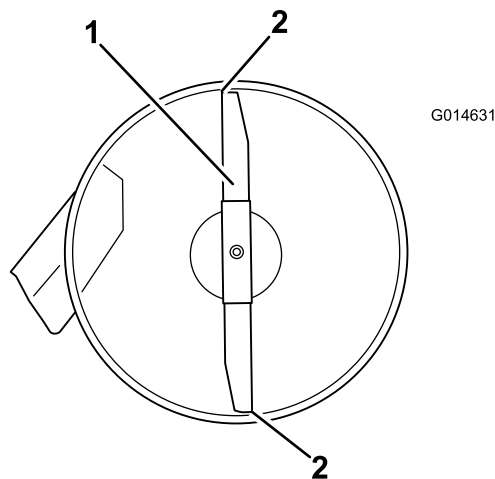
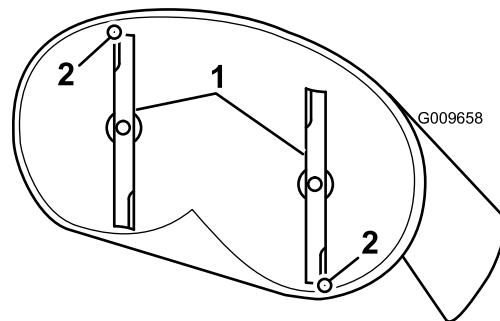
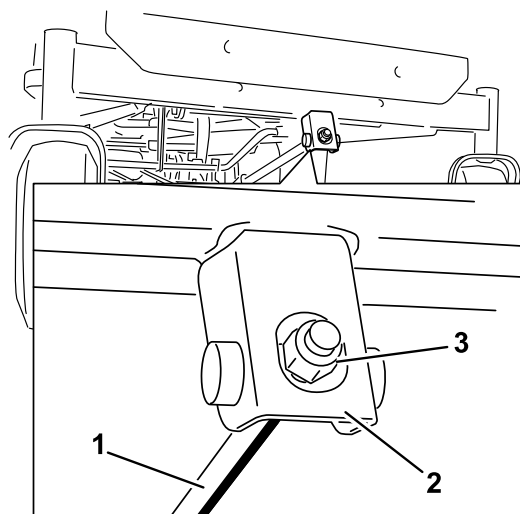

Рисунок 68
Рисунок 69
Рисунок 70
4. Осторожно поверните нож (ножи) так, чтобы они были расположены в продольном направлении (Рисунок 68 и Рисунок 69).
5. Измерьте расстояние от конца переднего ножа до плоской поверхности и от конца заднего ножа до плоской поверхности (Рисунок 68 и Рисунок 69).
6. Чтобы отрегулировать наклон ножа в продольном направлении, поверните регулировочную гайку в передней части газонокосилки (Рисунок 70).
9. После регулировки проверьте угол наклона в продольном направлении еще раз, продолжайте регулировать с помощью гайки до тех пор, пока конец переднего ножа не будет на 1,6 – 7,9 мм ниже конца заднего ножа (Рисунок 69 и Рисунок 70).